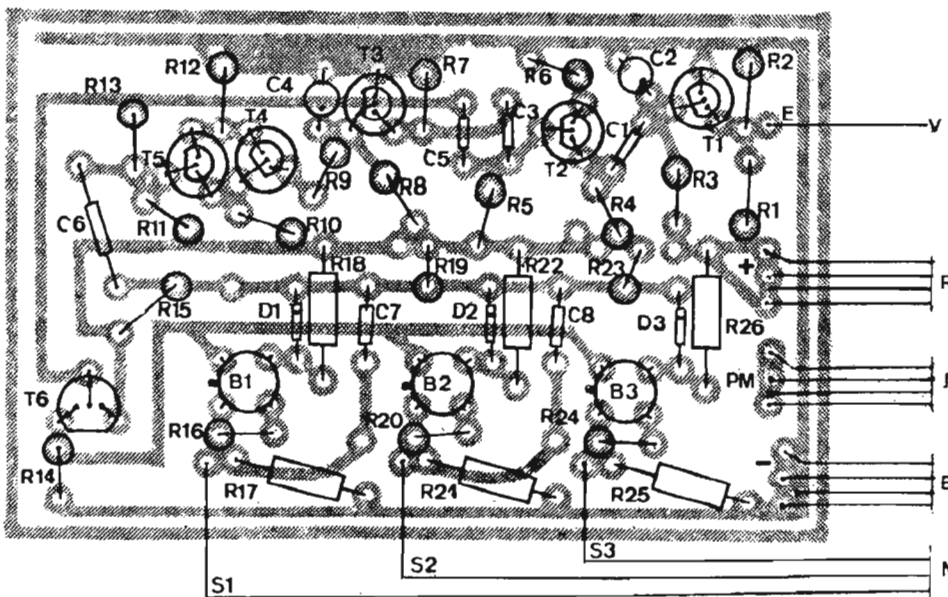

FIG. 3
1. En se référant à la figure 3, positionner correctement T_1 , T_2 , T_3 et souder ces composants.
3. Placer B_1 , B_2 , B_3 de façon correcte (Fig. 3), souder.
8. En respectant leurs polarités (Fig. 3) placer et souder D_1 , D_2 et D_3 .